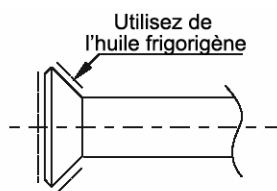

Figure 12
- Enduire les surfaces du tuyau évasé et des écrous de jonction avec de l'huile frigorigène, et faites les tourner 3 ou 4 fois entre vos mains avant de serrer les écrous flare. (cf. figure 12)